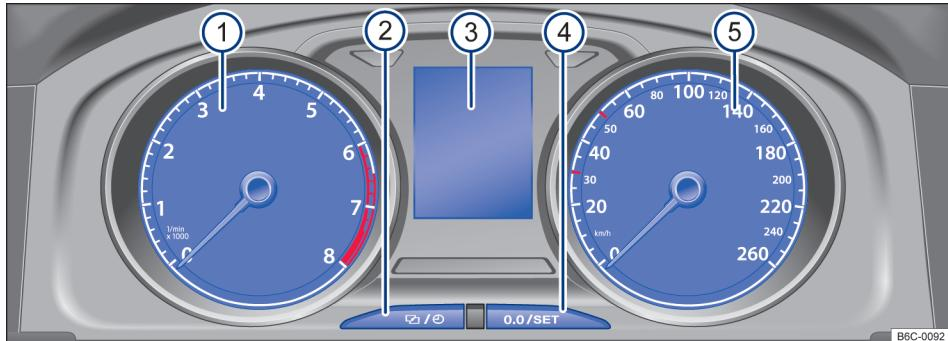
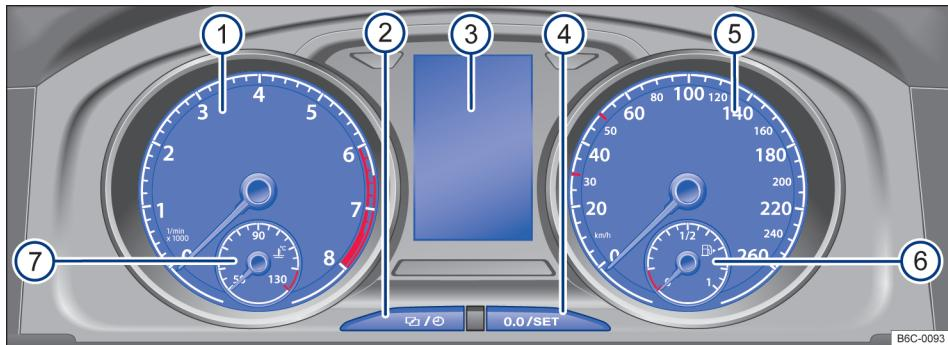

Fig. 11 Instrumento combinado no painel de instrumentos (variante 1).
Fig. 12 Instrumento combinado no painel de instrumentos (variante 2).
Explicações sobre os instrumentos → Fig. 11 e → Fig. 12:
- ① **Tacômetro (conta-giros)** (rotações x 1000 por minuto do motor em funcionamento) → Página 21.
- ② **Botão de ajuste do relógio¹⁾**  → Página 28.
- ③ **Indicadores do display** → Página 24.
- ④ **Botão para zerar ou para exibição do hodômetro parcial (trip).**
- ⑤ **Velocímetro (medidor de velocidade).**
- ⑥ **Indicador do nível de combustível** (depende da versão do veículo) → Página 21.
- ⑦ **Indicador de temperatura do líquido de arrefecimento do motor**  (depende da versão do veículo) → Página 22.
Dependendo da versão do veículo, o indicador do nível de combustível pode estar localizado no visor do display → Fig. 11 ⑥ ou no velocímetro → Fig. 12 ⑥.
Dependendo da versão do veículo, o indicador de temperatura do líquido de arrefecimento do motor pode estar localizado no visor do display → Fig. 11 ⑦ ou no tacômetro → Fig. 12 ⑦.